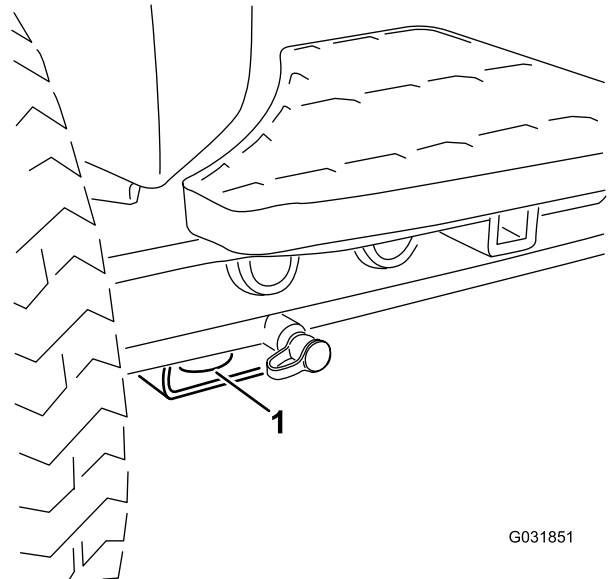

Figura 70
- Delantero – el orificio del bloque rectangular, debajo del tubo del eje, al interior de cada rueda delantera (Figura 70)